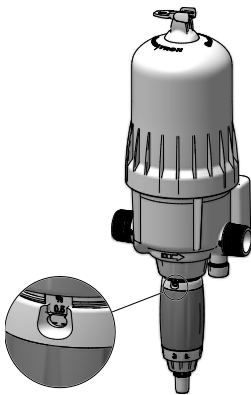

Fig. 15
- Visser ou dévisser la douille de réglage pour que les 2 pointes de l'oeillet de visualisation soient en regard du repère de dosage choisi (**Fig.15**).